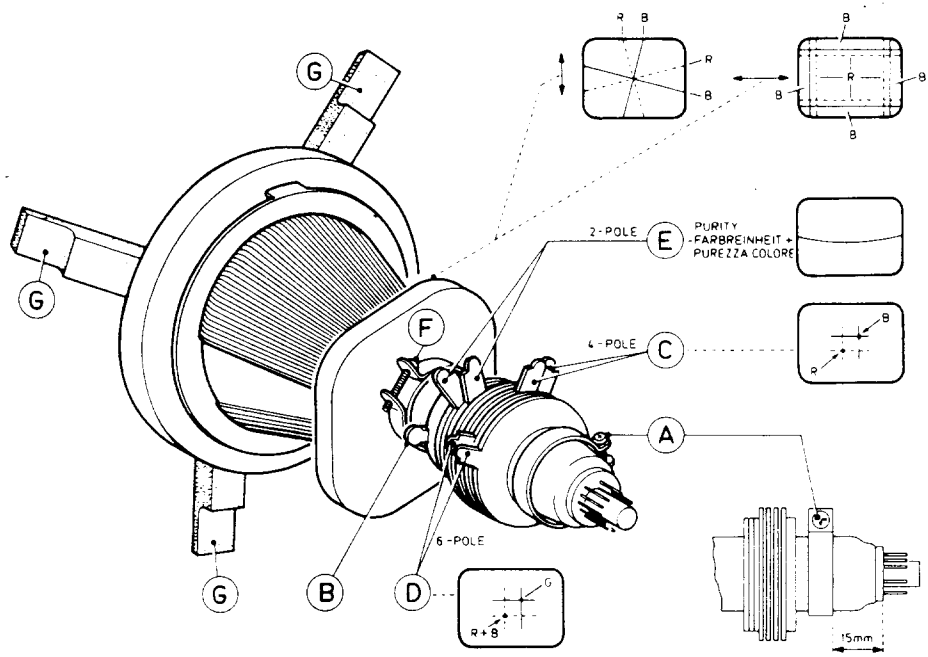

Fig. 3
Les réglages de pureté des couleurs et de la convergence qui seront décrits ci-dessous, ne doivent être accomplis que si un nouveau réglage complet est nécessaire ou dans le cas où un nouveau tube image a été monté. Dans d'autres cas, par exemple lors de remplacement de l'unité de déflexion, il ne sera généralement pas nécessaire de remplacer les ailettes en caoutchouc (G dans la Fig. 3). Il suffira de procéder aux corrections par l'unité multipôles.
I. Pureté des couleurs, voir Fig. 3
4. Placer l'unité multipôles en position comme sur la Fig. 3; serrer la vis "A" et tourner l'anneau de fixation "B" sur la gauche.
II. Convergence statique, voir Fig. 3